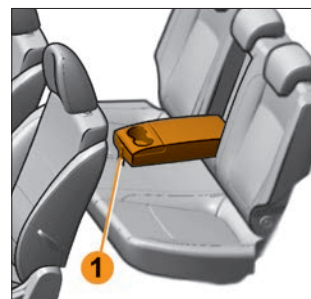

Рис. 2.2.4. Откидной подлокотник (в вариантном исполнении)
**В вариантном исполнении** в спинку сиденья второго ряда встроен откидной подлокотник с двумя подстаканниками (рис. 2.2.4). Чтобы его разложить, из спинки потяните за лямку **1**.